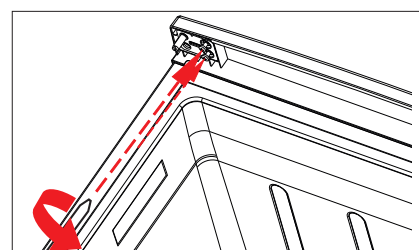

Fig. 8
- Fije la bisagra superior mediante los dos tornillos de fijación con un destornillador de estrella en el lado izquierdo (fig. 8).